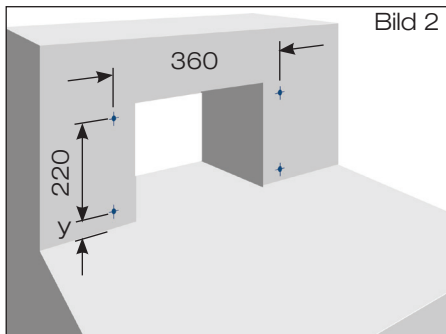

Bild 2
- 1.2 Bohrungen  $\varnothing 10$  mm für Schiebeflansch erstellen (Bild 2).